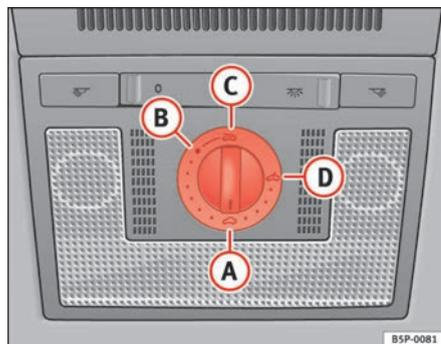

Fig. 70 Recorte do revestimento interior do tejadilho: Interruptor giratório do tecto de abrir
- Rodar o botão giratório para a posição **A** ⇒ fig. 70 ⇒ **!**.